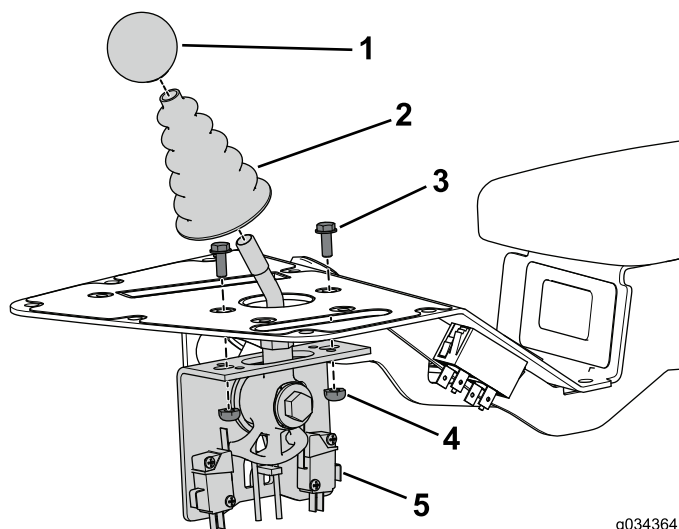

图4
1. 拆下并保留从剪草控制装置轴上卸下的旋钮（图 4）。
2. 拆下并保留从剪草控制装置轴上卸下的防尘罩（图4）。
3. 卸下并保留将剪草控制装置总成固定至控制台总成的2个螺栓和锁紧螺母（图4）。